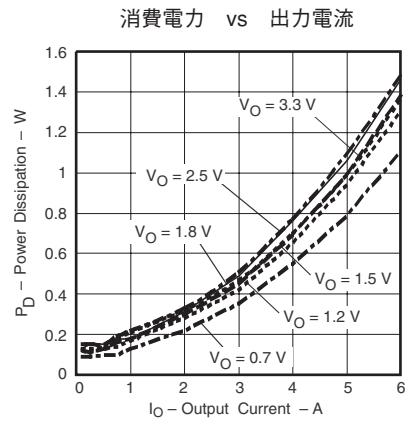

図 9
- (1) 電気的特性データは、25°Cでテストした実際の製品から求めたものです。このデータは、コンバータの代表データと考えられます。図7、図8、および図9に対して適用されます。